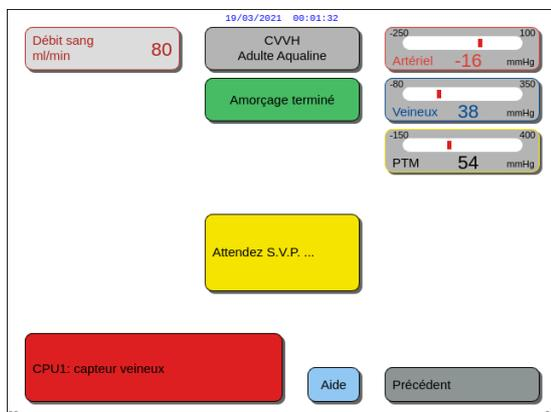

Fig. 112
- ▶ Si le *Test clamp et pression* a échoué, une fenêtre rouge avec la description de la raison apparaît (Fig. 112).